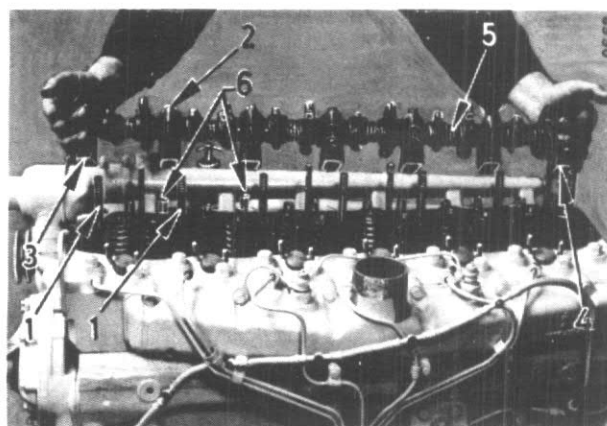

Figure 6
Enlevez les écrous des goujons (1) fig. 6, dégager l'ensemble des culbuteurs de la culasse. Desserrez les vis (2), faites glisser les supports au centre de l'arbre pour éviter que les culbuteurs et les ressorts ne tombent à terre. Sortez ensuite tous les éléments de l'arbre et disposez les sur une table dans l'ordre de démontage pour faciliter le remontage.
Les ressorts (6) entre les culbuteurs possèdent des rondelles d'appui de chaque côté. Attention à ne pas alterner les culbuteurs de soupape d'échappement et d'admission. Faites glisser l'ensemble sur les goujons (1) fig. 6, puis serrez les écrous.